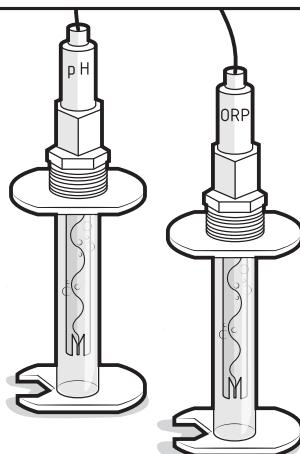

Figura 13. Guarde los sensores
7. Coloque con cuidado los sensores en los tubos de almacenamiento de los sensores. NO toque el bulbo de vidrio del extremo de los sensores. Consulte la Figura 13.